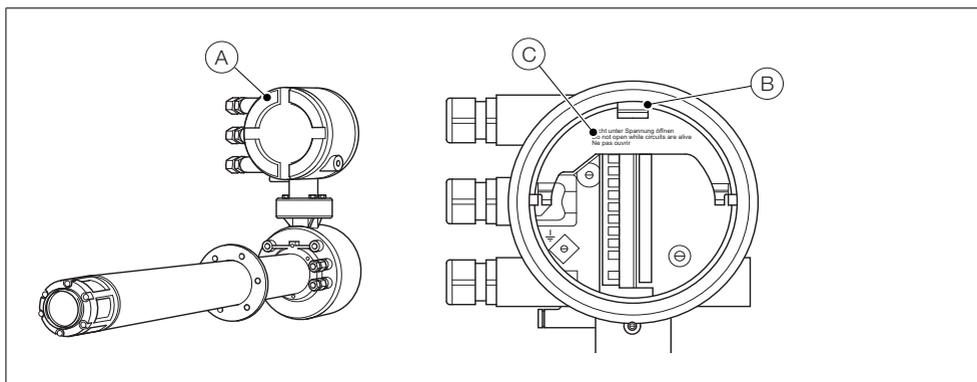

Fig. 4.11 Transmisor integral: Acceso a las conexiones
Con referencia a la Fig. 4.11:
1. Introduzca el cable de alimentación CA de entrada a través del prensacables (A).
2. En el bloque de terminales (B), realice las conexiones al terminal de corriente de alimentación CA (marrón) y al terminal neutro (azul).
3. Conecte el cable de tierra de alimentación CA de entrada a la conexión de tierra interna (C).
4. Cierre la cubierta con bisagras de la fuente de alimentación (véase la Fig. 4.11).
5. Introduzca los cables de señal a través de los prensacables (D) y realice las conexiones a las salidas de relés, salida de corriente y terminales opcionales, según resulte necesario.
6. Vuelva a montar la cubierta trasera (véase la Fig. 4.11) y apriétela a mano.